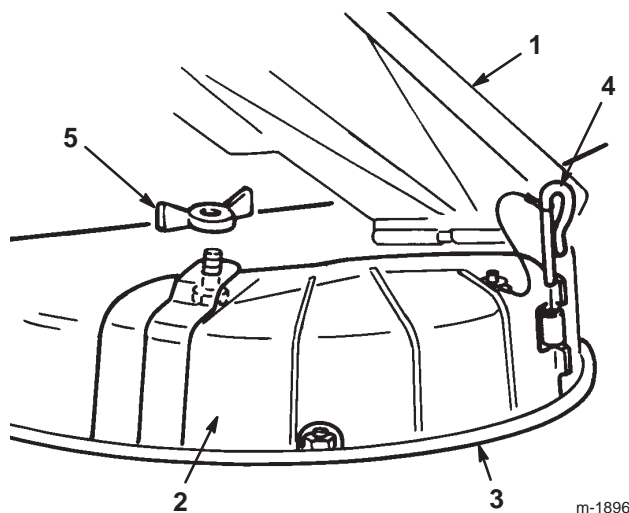

Figure 12
3. Soulevez le déflecteur d'herbe et posez l'obturateur d'éjection sur l'ouverture du bord inférieur du carter de tondeuse, avant de l'insérer dans la charnière avant (Fig. 12).
4. Insérez la goupille d'articulation dans la charnière (Fig. 12).
5. Fixez l'obturateur d'éjection à la tondeuse à l'aide de l'écrou papillon (Fig. 12).